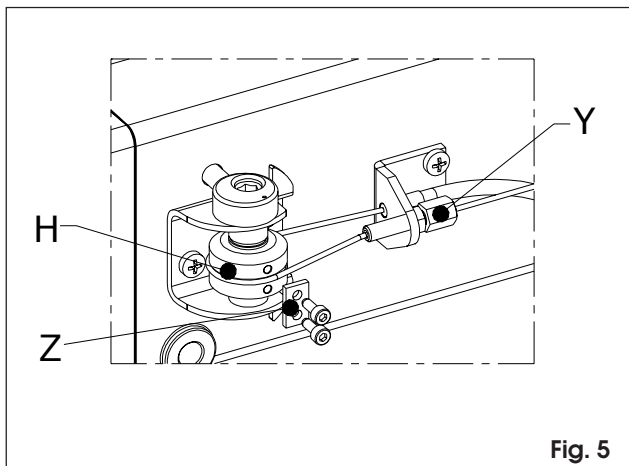

Fig. 5
- 7) Inserire il cavo **T** nel canalino del disco **H**, arrotolarlo intorno ad esso e farlo passare sotto il piattino **Z**, come in Fig.5.
- 7) Insert cable **T** into its seat on disc **H**, wind it around the disc and thread it under the cover **Z** as shown in Fig.5.
- 7) Engager le câble T dans la gorge du disque H, l'enrouler sur ce dernier et le faire passer sous la plaquette de retenue Z, comme indiqué en Fig.5.
- 7) Pasar el cable T por la ranura del disco H, enrollarlo en torno a éste y pasarlo bajo la guía Z (Fig. 5).
- 7) Kabel T in die Rille von Scheibe H einfädeln, um die Scheibe rollen und gem. Abb. 5 unter die Platte Z hindurchführen.